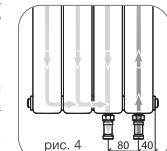

рис. 4
3. Радиатор подключается к трубопроводам с помощью раздельных узлов (кранов) нижнего подключения прямых или угловых G3/4" евроконус (рис. 4).